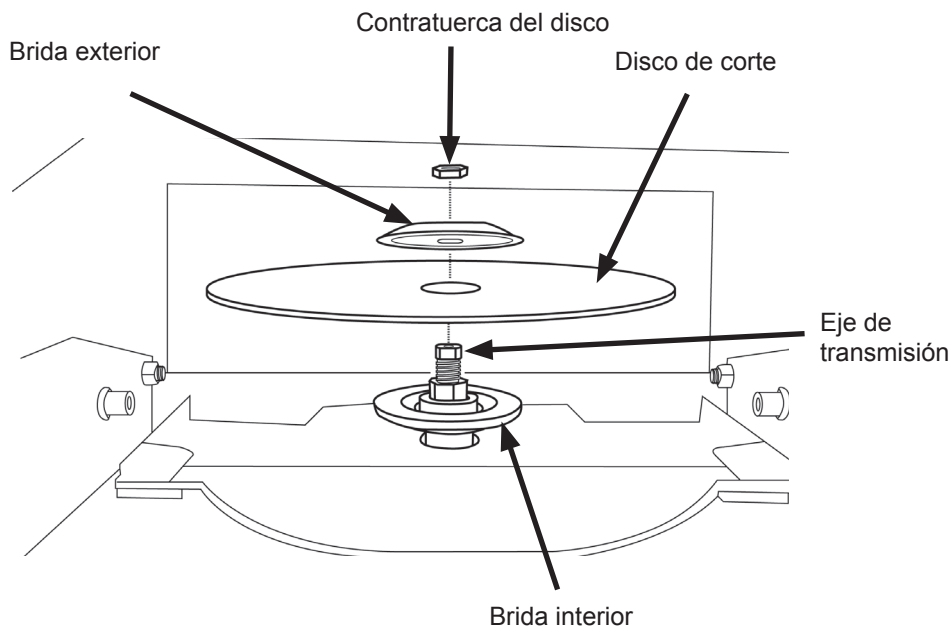

Imagen 7
El disco de corte debe montarse por debajo del tablero (4), empezando por el lado derecho. Posicione la cortadora de azulejos de tal manera que tenga fácil acceso a ella. Coloque el disco de corte en el eje de transmisión, sobre la pieza interior de la brida. El diámetro interior del disco debe ajustarse perfectamente al cuello de la brida (ver imagen 7).